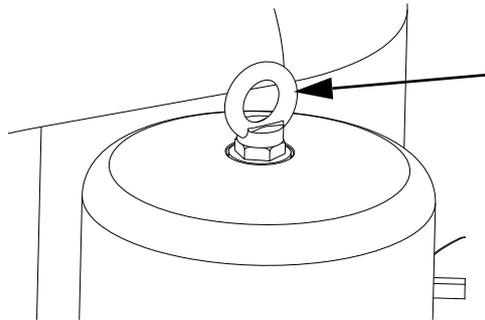

Fig. 31 Anneau de levage
- Dévisser l'anneau de levage en haut du moteur. Voir fig. 31.